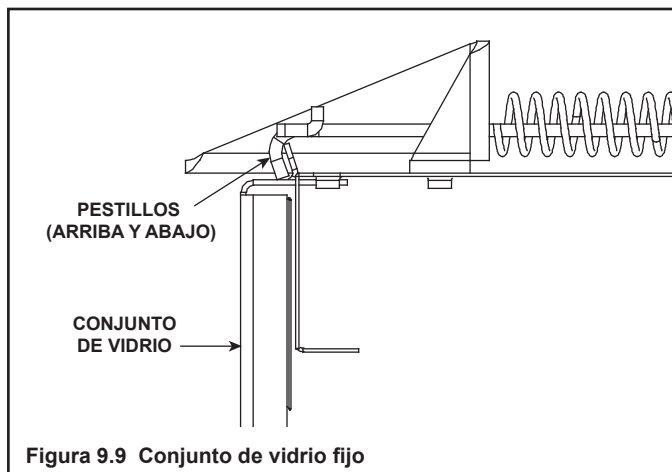

Figura 9.9 Conjunto de vidrio fijo
- Desenganche los dos pestillos que se encuentran en la parte superior e inferior de la puerta de vidrio. Levante y retire la puerta de vidrio. Consulte la Figura 9.9.
- Jale los cuatros pestillos y desmóntelos del surco en el marco del vidrio. Retire el conjunto de vidrio del aparato (consulte la Figura 9.9).